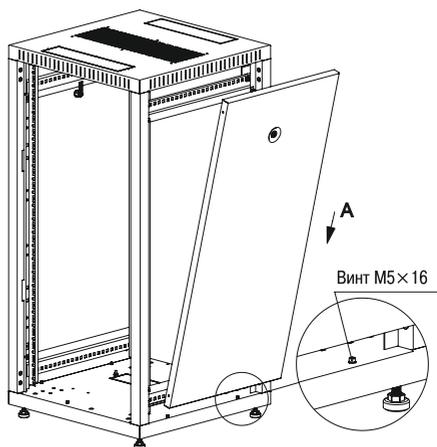

Рисунок 7 – Установка боковых панелей
4.3.6.2 Для установки боковых панелей в шкаф состыкуйте круглые посадочные отверстия панели с винтами M5 x 16, установленными на основании (действие A), затем переведите язычки замков в положение «закрыто» (рисунок 7).